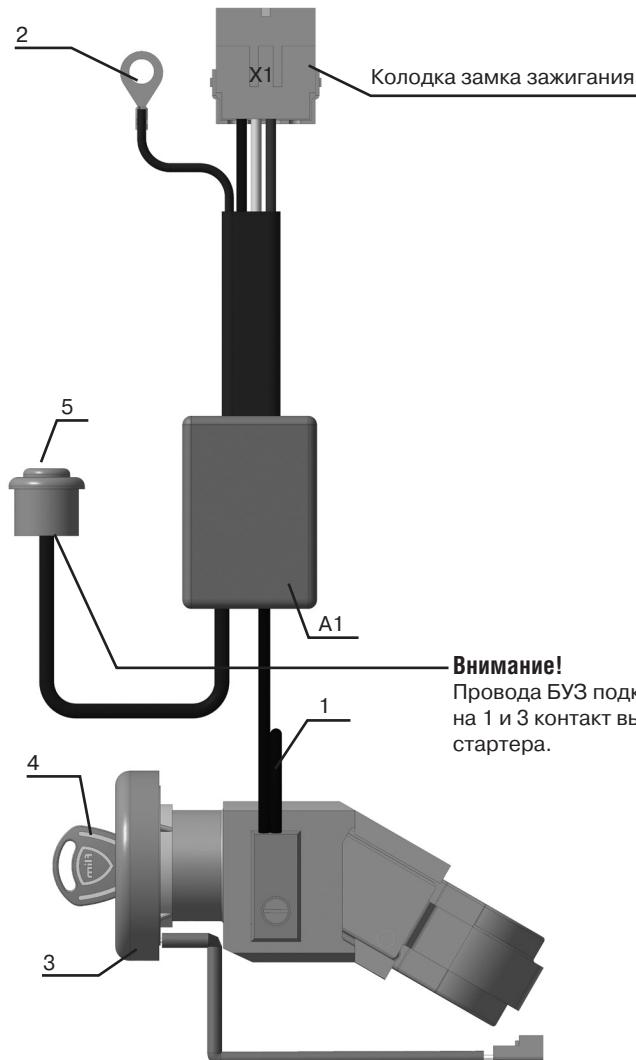

Рис. 6
Включение и выключение силовой электрической цепи зажигания и стартера осуществляется двумя реле в блоке управления зажиганием (рис. 6, рис.7 поз. А1), и управление посредством вращения ключа замка (рис. 6, рис.7 поз. 4) и кнопки выключателя стартера (Рис.6, рис. 7 поз. 5).
6.1. Перед подключением разъёма X1 блока управления зажиганием, необходимо подключить массу блока колодка 2 (рис. 6,7).
6.2. Схему соединений и обозначение электрических компонентовсмотрите на рисунке 6,7. Колодку X1 (рис. 6,7) от блока управления зажиганием А1, подключите к ответному разъему жгута автомобиля.